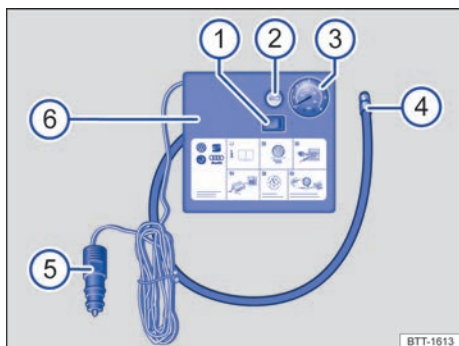

Fig. 278 Representación esquemática: compresor del kit reparapinchazos.
El compresor del kit reparapinchazos se compone de los siguientes elementos → fig. 278:
- Enrosque fijamente el tubo de inflado → fig. 278 ④ del compresor de aire en la válvula del neumático.
- Compruebe que el tornillo de descarga de aire → fig. 278 ② esté cerrado.
- Acople el conector de 12 voltios → fig. 278 ⑤ a una toma de corriente de 12 voltios del vehículo → pág. 240.
- Encienda el compresor de aire con el conmutador de encendido y apagado → fig. 278 ①.
- Deje el compresor en funcionamiento hasta alcanzar una presión de 2,0 a 2,5 bares (29-36 psi/200-250 kPa) →  **No lo deje funcionar más de 8 minutos** → ①.
→ fig. 278  y compruebe la presión del neumático en el indicador .